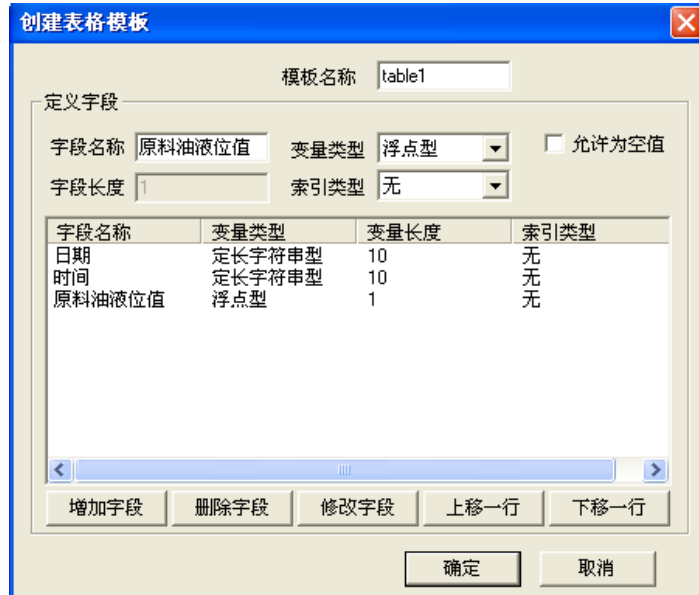

图 9-2 创建表格模板对话框
1、在工程浏览器窗口左侧“工程目录显示区”中选择“SQL 访问管理器”中的“表格模板”选项，在右侧“目录内容显示区”中双击“新建”图标弹出创建表格模板对话框，在对话框中建立三个字段，如图 9-2 所示。